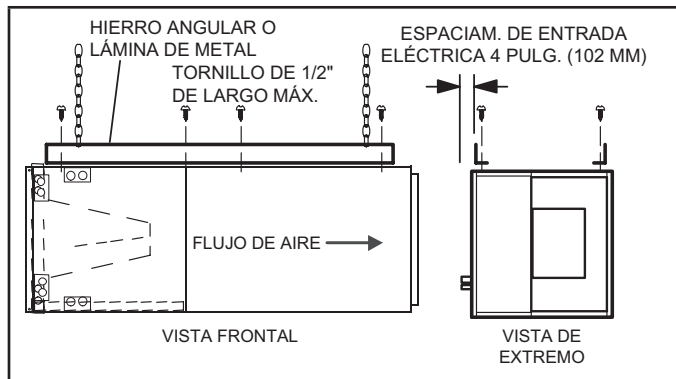

FIGURA 7. Cómo colgar la unidad horizontal
- 5 - Si la unidad está colgando, el gabinete debe estar apoyado a todo lo largo. Si usa una cadena o correa, use una pieza de hierro angular o lámina de metal adjunta a la unidad (ya sea arriba o abajo) para apoyar el largo del gabinete. Use tornillos de sujeción de no más de 1/2 pulgada para evitar dañar el serpentín o el filtro. Ver la Figura 7. Use tornillos para lámina de metal para conectar los plenos de aire de retorno y suministro según sea requerido.
- 12 - Si va a colgar la unidad, debe estar apoyada a todo lo largo del gabinete. Si usa una cadena o correa, use una pieza de hierro angular o lámina de metal adjunta a la unidad (ya sea arriba o abajo) para que el largo completo del gabinete esté apoyado. Use tornillos de sujeción de no más de 1/2 pulg. para evitar dañar el serpentín o el filtro, como se ilustra en la Figura 7. Conecte los plenos de aire de retorno y suministro con tornillos para láminas de metal.